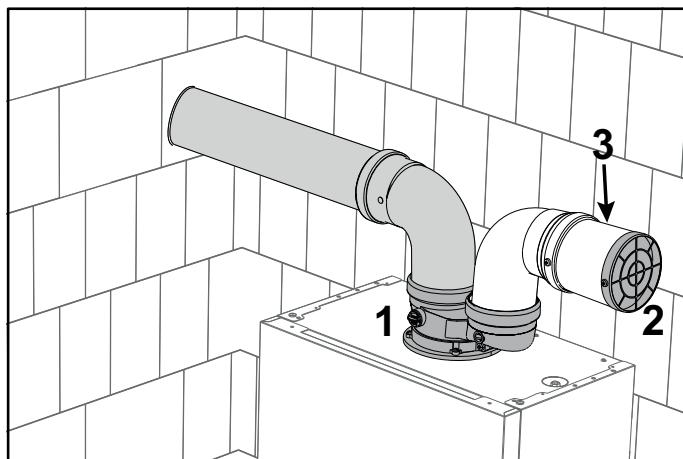

fig. 48 - Griglia di protezione
Installare l'accessorio di partenza (rif. 1 fig. 48 - cod. 041082X0). Nel condotto di aspirazione deve essere montata la griglia di protezione (rif. 2 - fig. 48 - cod. 1KWMA85A). Se necessario, inserire un tronchetto (3) fra griglia e accessorio.